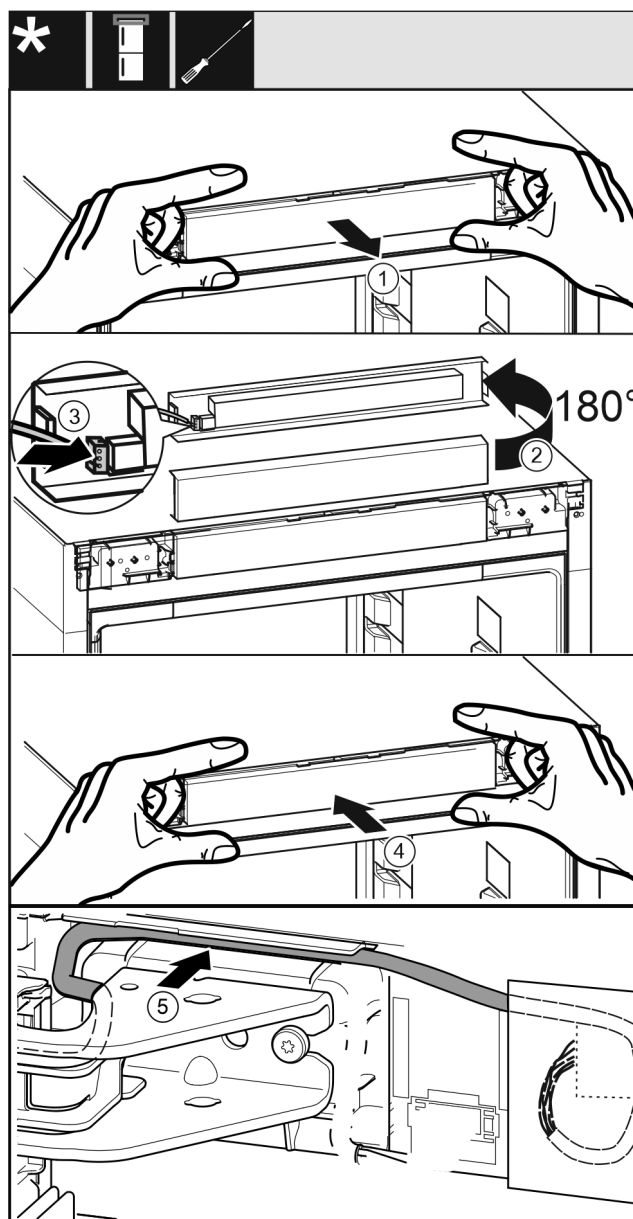

Fig. 40
- Óvatosan vegye ki a kezelőpanelt Fig. 40 (1).
- ▶ Fordítsa felfelé a kezelőpanelt Fig. 40 (2) 180°-kal.
- ▶ Pattintsa rá a dugót Fig. 40 (3) a kezelőelem paneljére.
- ▶ Pattintsa vissza a kezelőpanelt Fig. 40 (4) a készülékre.
- ▶ Vezesse el óvatosan a kábelt Fig. 40 (5) a felső csapágybak fölötti vezetősínben.